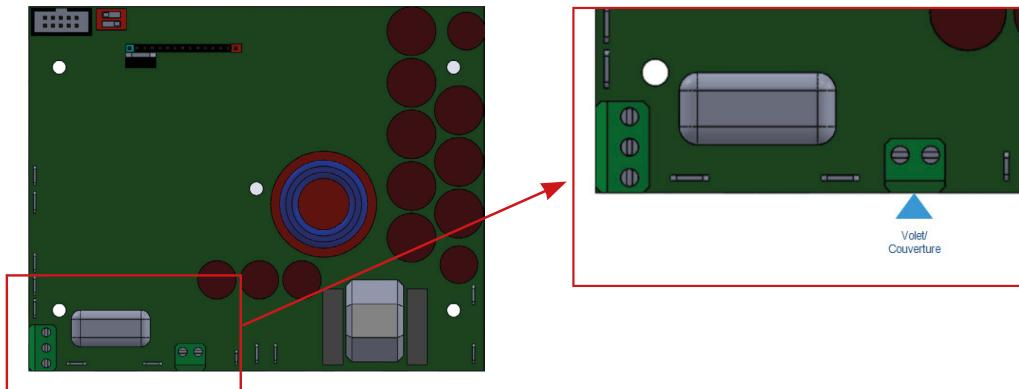

Figure 4
- Repérer dans le coffret électrique du volet automatique le contact de fin de course (un contact sec, sans alimentation). Certains fabricants de volets identifient spécialement ce contact pour le pilotage des électrolyseurs. Ce contact doit être de type **Normalement Ouvert**. (NO)
- Relier les bornes du contact sec (NO) par 1 câble à 2 conducteurs de faible section au bornier de la carte électronique située à l'intérieur du boîtier de commande de l'électrolyseur comme indiqué sur la Figure 4 ci-dessous.